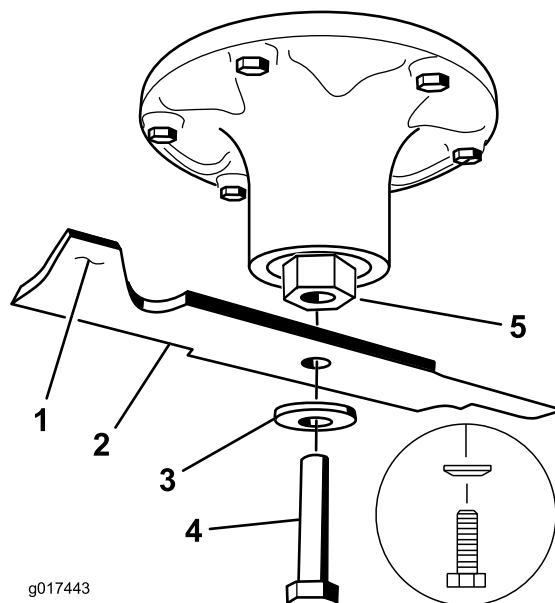

Figura 78
2. Retire del eje el perno de la cuchilla, la arandela curva y la cuchilla (Figura 78).
1. Instale la cuchilla en el eje (Figura 78).
2. Instale la arandela curva y el perno de la cuchilla (Figura 78).